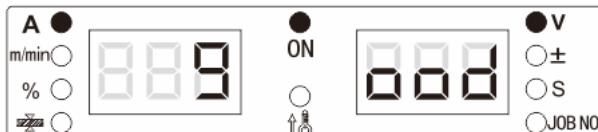

Рисунок 3-32. Индикация мигающего сигнала ""GOOD"" ("ХОРОШО") на цифровых дисплеях
- Светодиодный дисплей покажет сигнал "GOOD" ("ХОРОШО") в мигающем режиме (см. Рисунок 3-32).